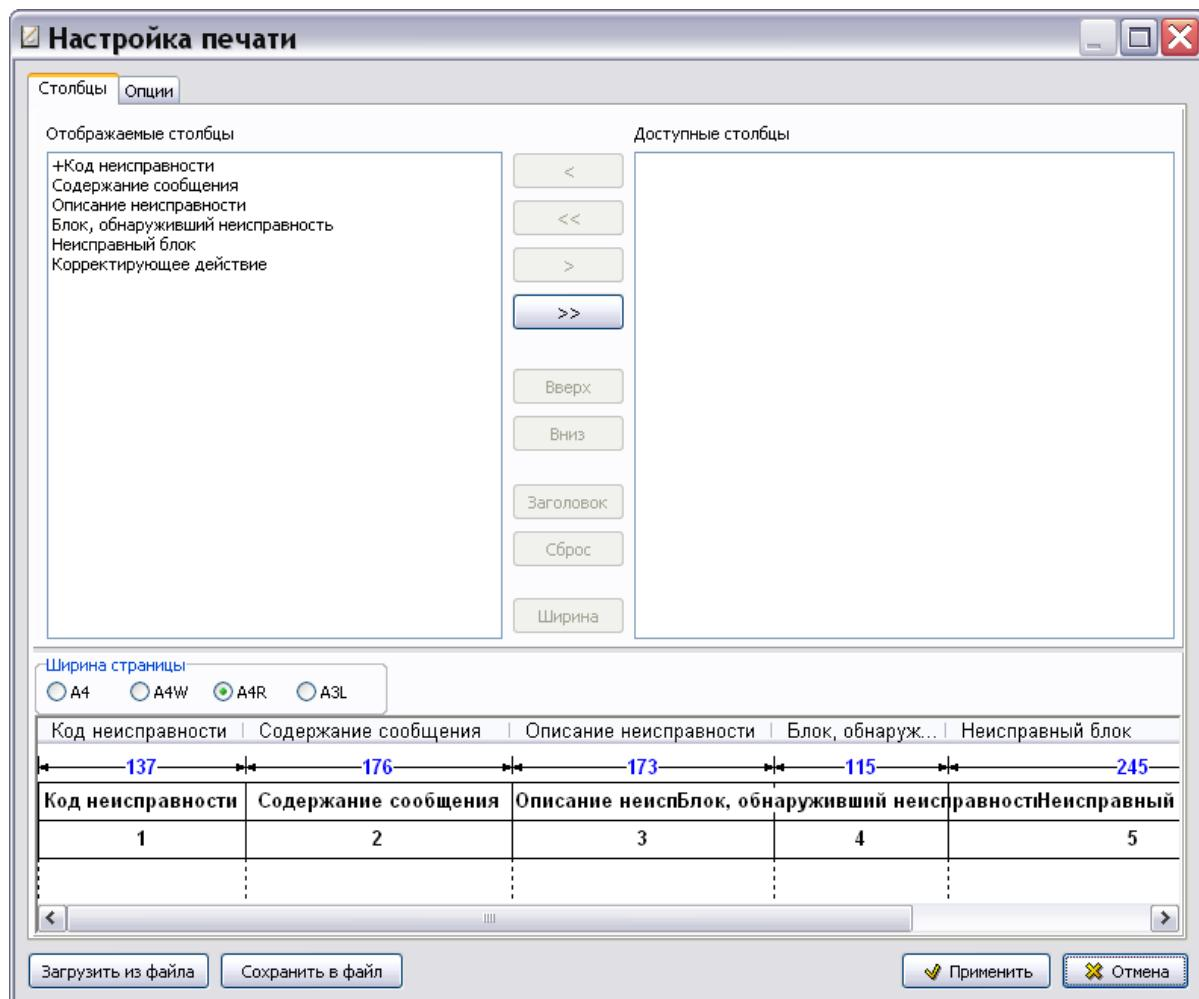

Рис. 3.59
5. Нажмите на кнопку **Применить**. После этого откроется окно **Настройка печати** (Рис. 3.59).